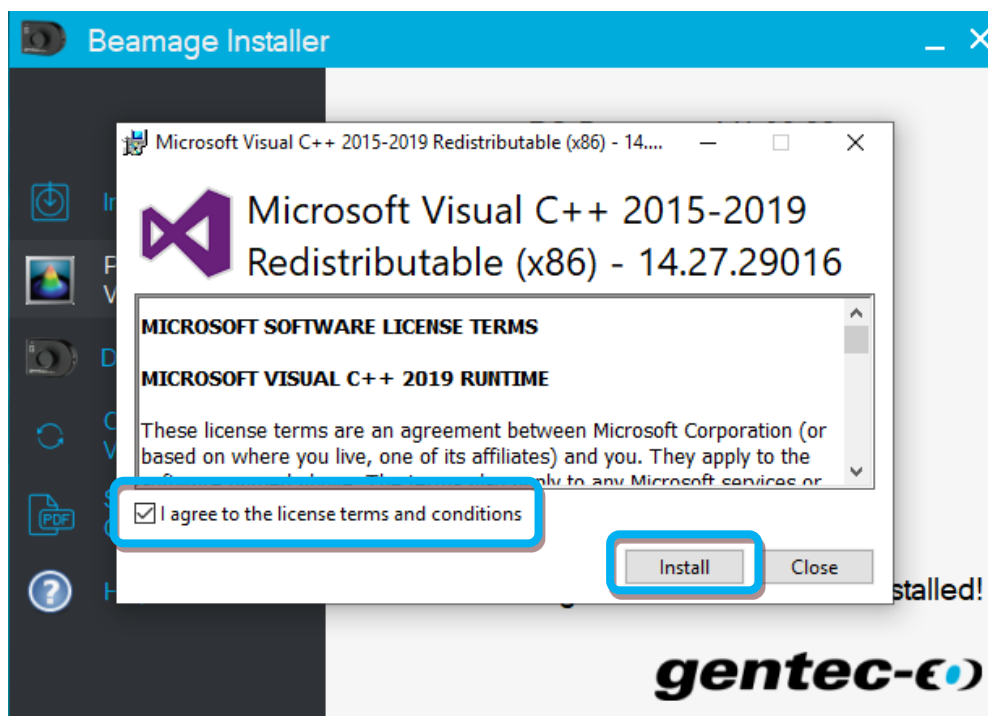

Figure 7-5 Installation du fichier dll manquant
- 4) Suivez les étapes proposées pour l'installateur du fichier dll, voir Figure 7-5.